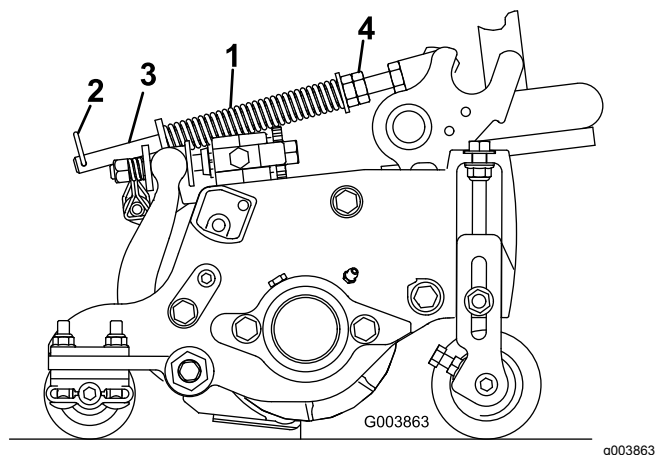

Figura 14
La molla di compensazione del manto erboso trasferisce inoltre il peso dal rullo anteriore a quello posteriore (Figura 14). per contribuire a ridurre l'ondulazione del manto erboso, detta anche fluttuazione o bobbing.
1. Verificate che la coppiglia sia montata nel foro posteriore dell'asta della molla (Figura 14).
2. Serrate i dadi esagonali sulla parte anteriore dell'asta della molla fino a ridurre la lunghezza compressa della molla a 12,7 cm sugli apparati di taglio da 12,7 cm oppure a 15,9 cm sugli apparati da 17,8 cm (Figura 14).